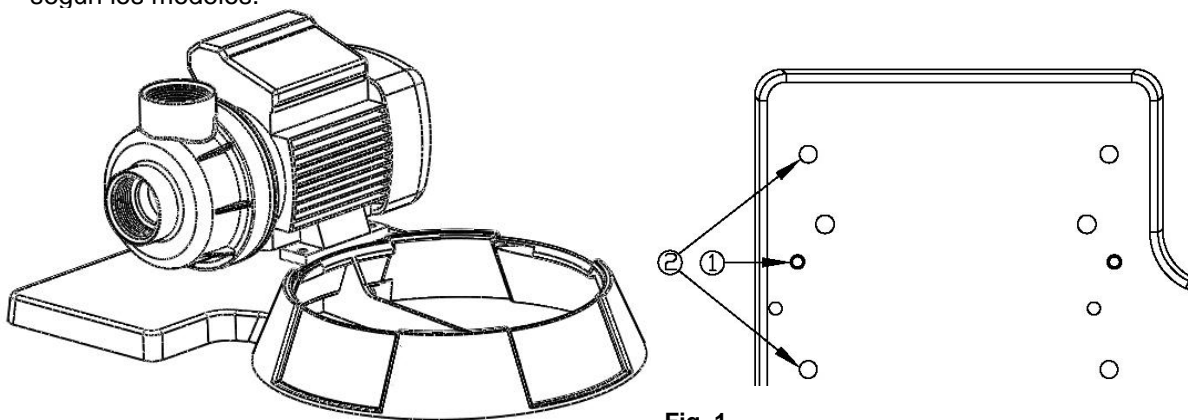

Fig. 1
1. Sujete la bomba y el filtro de arena con los tornillos suministrados. (Fig. 1) La fijación puede variar según los modelos.